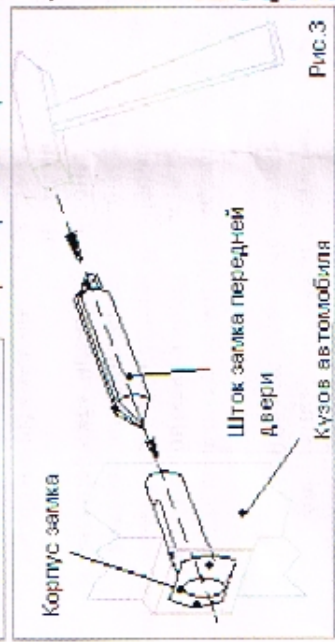

Рис. 3
2. Приложите каждый замок боковой стороной к месту своего крепления и накерните места сверления отверстия, см. рис. 3. В место керны используйте шток замка для боковой двери.
Возьмите шток замка для боковой двери и закройте каждую дверь изнутри, накерните места сверления для замочной скважины на дверях, как показано на рис. 3.